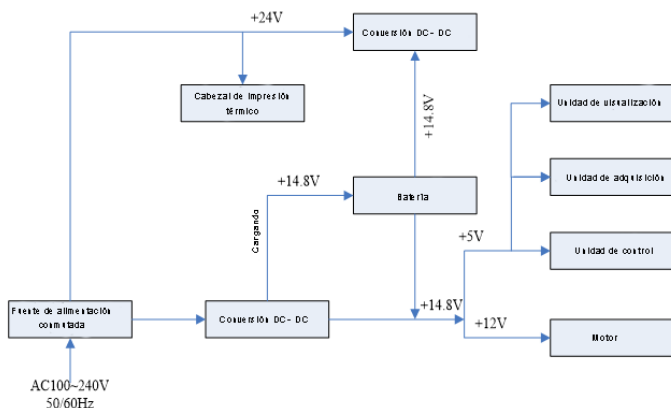

Figura 4-1 Diagrama de bloques del principio de potencia
(2) El principio del diagrama de bloque es mostrado en la Figura 4-1.